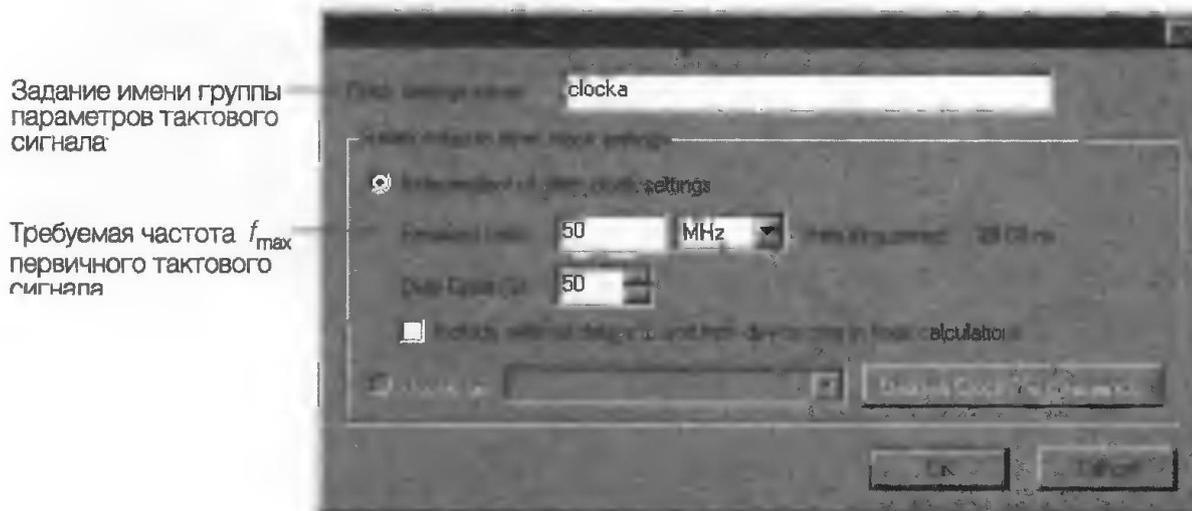

Рис. 3.55
- Для определения требуемой f_{\max} первичного тактового сигнала, в поле **Required fmax** (требуемая f_{\max}), введите 50 и из списка единиц измерения выберите **MHz** (мегагерц) (рис. 3.55).